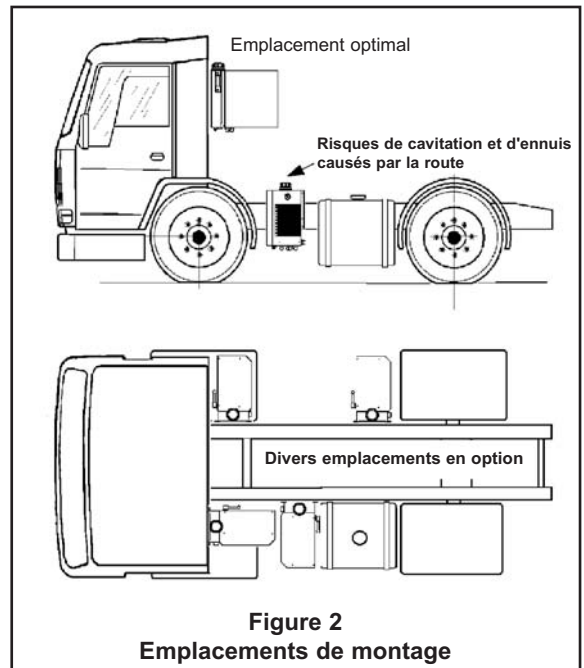

Figure 2
3. Pour que le radiateur soit protégé des dommages résultant du choc des débris de la route, des pierres, des tuyaux débranchés, etc., il convient de monter le HYDRIVE à l'écart des roues et des projections de la route (voir Figure 2).